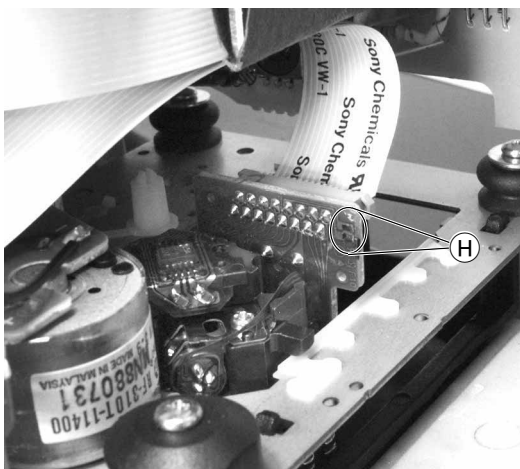

Fig. 10
- Vor Abziehen des Flexprints zum CD-Laufwerk, Schutzlötstelle (H) (Fig. 10) kurzschließen.
- Shortcircuit the protective soldered joint (H) (Fig. 10) before disconnecting the flexprint to the CD mechanism.
- Nach Einbau und Anschluss eines neuen Laufwerks muss die werkseitig angebrachte Schutzlötstelle ② (Fig. 10) entfernt werden.
- After fitting and connecting a new mechanism unsolder the protective soldered joint ② (Fig. 10) which is fitted in the factory.